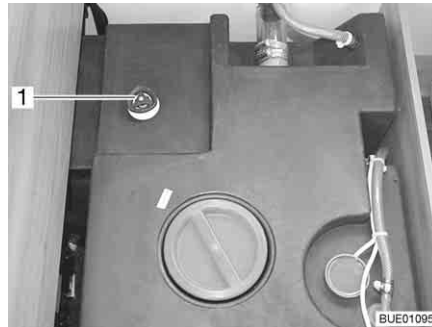

Fig. 227 Reservatório da água com manípulo rotativo
- No reservatório da água, gire o manípulo rotativo (Fig. 227,1) em sentido contrário ao dos ponteiros do relógio para lá da resistência até ao encosto, para abrir completamente o orifício de esvaziamento.